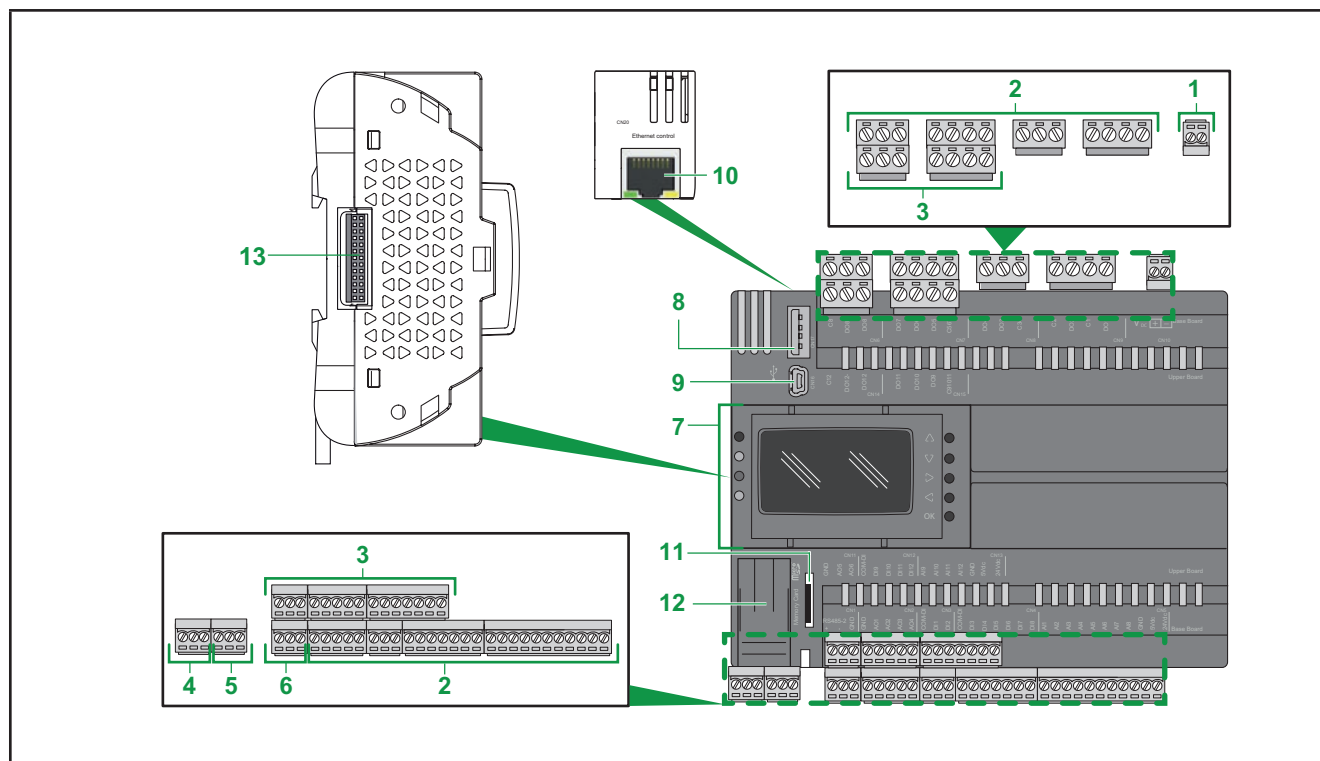

Fig. 3. Principales componentes de EWCM 9000 PRO
1.1.3. Principales componentes de EWCM 9000 PRO (HF)
Los componentes del control para central compresor CO2 EWCM 9000 PRO (HF) dependen de la versión del control. En la **Fig. 3 en la pág. 16** el control para central compresor CO2 EWCM 9000 PRO (HF) tiene las borneras instaladas.